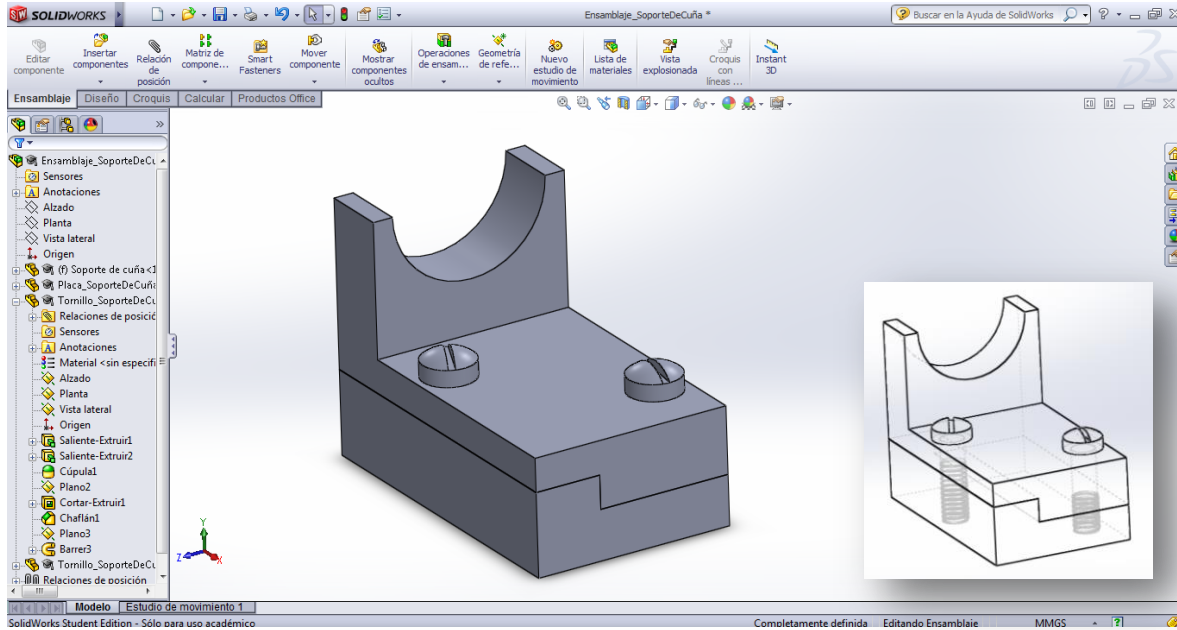

Figura 81. Ensamblaje completo del soporte de cuña.
- j) El ensamblaje queda como se observa en la Figura 81.